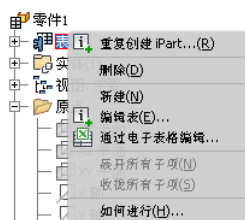

图 3-105 “表”快捷菜单
在浏览器中的电子表格图标^④上单击右键，如图 3-105 所示。可看到【打开】菜单上有【删除】、【通过电子表格编辑】和【编辑表】三个选项。
(1) 如果选择【删除】选项，则电子表格将被删除，iPart 工厂将退化为基本的零件。
(2) 如果选择【通过电子表格编辑】选项，Excel 将自动打开，用户可对表格进行编辑。
(3) 如果选择【编辑表】选项，打开【创建 iPart】对话框，用户可重新对表格进行定义和修改等。